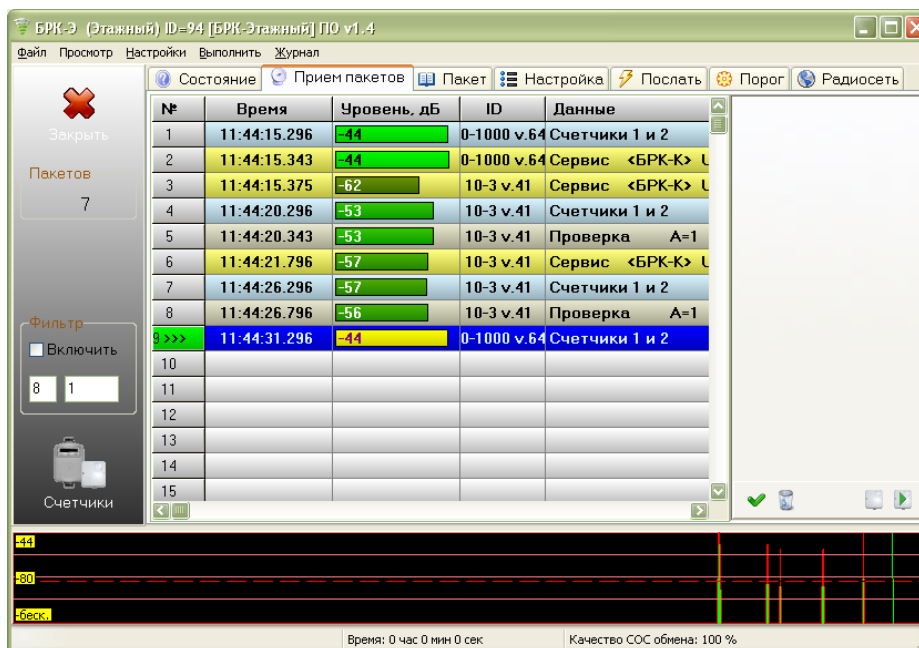

Рисунок 30 - Окно БРК-Э
5) Из списка найденных устройств выбрать требуемый БПК-Э и нажать на кнопку «Тест». Откроется окно работы с БПК-Э (рисунок 30).